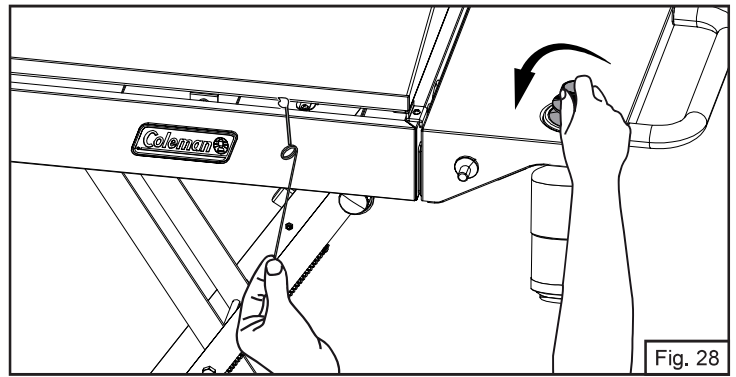

Fig. 28
1. Encienda y coloque la cerilla larga de madera encendida (o utilice la extensión para cerillas o un encendedor de butano con extensión) a través de los espacios del aparato cerca de los puertos del quemador. (Fig. 28)